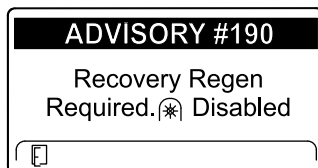

Figura 46
- AVISO N° 190 – Regeneración estacionaria necesaria – Toma de fuerza deshabilitada (Figura 46).